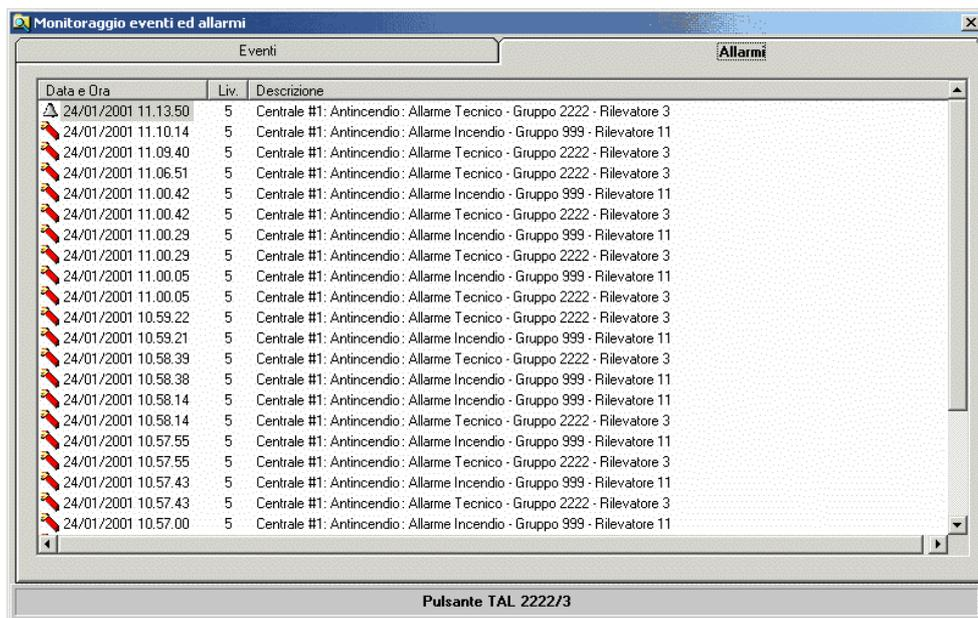

Figura 2.18 – MapsUsr32: Finestra Monitoraggio eventi ed allarmi, scheda Allarmi
- acquisire l'evento di allarme. Per fare ciò, l'operatore deve anzitutto fare clic sul pulsante Eventi On Line. Si ottiene l'apertura della finestra Monitoraggio eventi ed allarmi, già aperta sulla scheda Allarmi (vedi Figura 2.18)
Si apre la finestra Monitoraggio eventi ed allarmi riportata in Figura 2.18. Tale finestra è organizzata in due schede a linguetta: Allarmi ed Eventi.